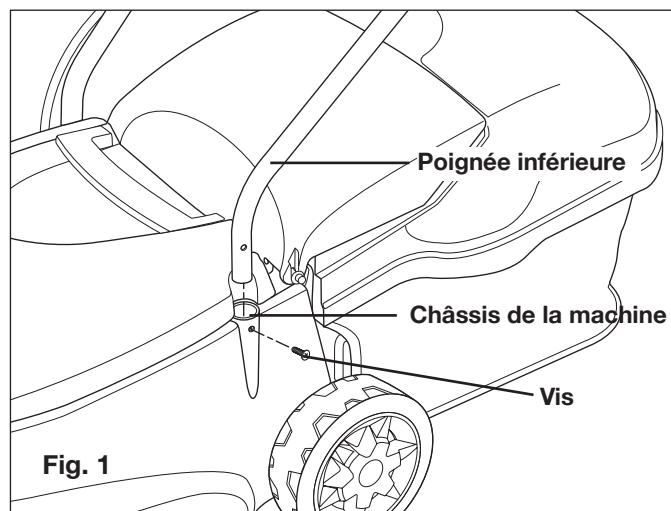

Fig. 1
1. Enfoncez la poignée inférieure dans les deux trous du châssis de la machine et attachez la poignée des deux côtés à l'aide des vis fournies (Fig. 1).